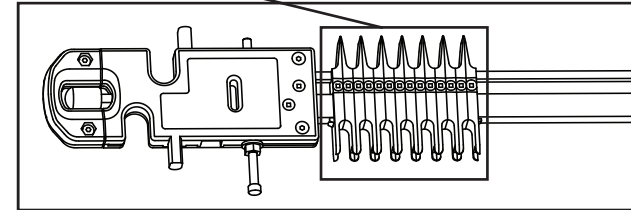

Fig. D3
NOTA: Para los encastres ajustables en miniatura, los encastres que se muestran en (D) Fig. D3 son los adecuados para hacer colas de milano pasantes.